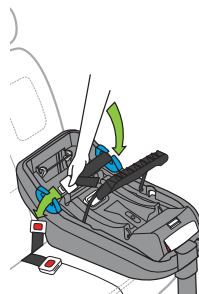

Figura 59b
- Pase el cinturón de solo regazo a través de las guías azules del cinturón del vehículo a cada lado de la base y abroche el cinturón del vehículo, como se muestra en la **Figura 59b**.